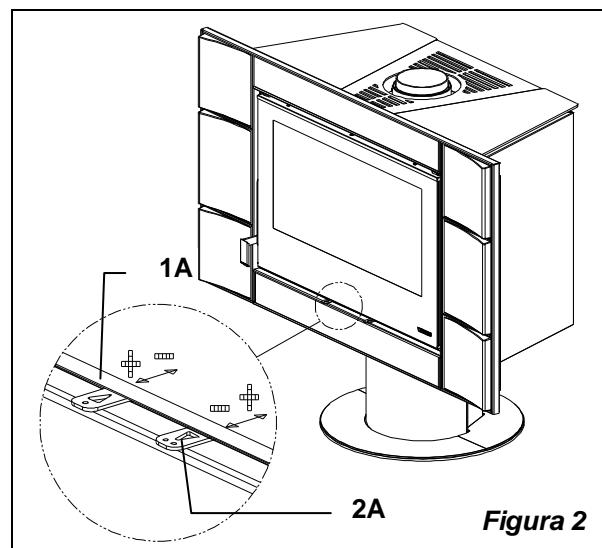

Figura 2
Sotto la porta del focolare a **sinistra** si trova la leva di comando del registro dell'aria primaria (Figura 2 pos.1A). Con questo registro viene regolato il passaggio dell'aria che entra nella parte bassa della stufa ed attraverso opportuni canali viene convogliato in direzione del combustibile. L'aria primaria è necessaria per il processo di combustione in fase di accensione. Il cassetto cenere deve essere svuotato regolarmente in modo che la cenere non possa ostacolare l'entrata dell'aria primaria.
Sotto la porta del focolare a **destra** si trova la leva dell'aria secondaria ( Figura 2 pos.2A).
Quando la leva è tutta inserita il passaggio dell'aria è tutto aperto (Figura 2 pos.2A).